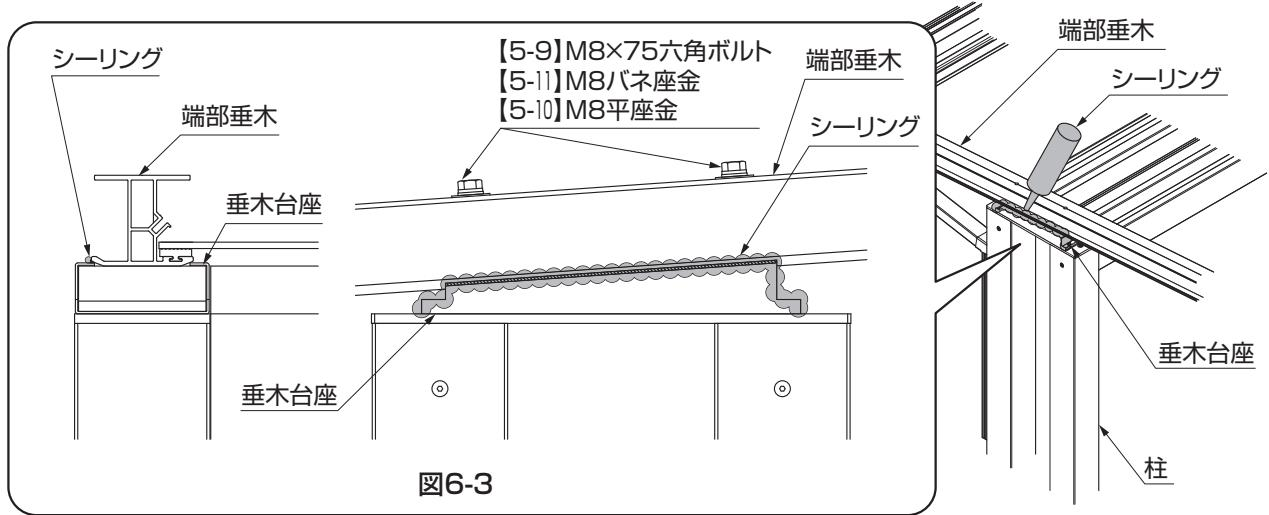

図6-3
- ⑤端部垂木と垂木台座の隙間にシーリングしてください。(図6-3参照)